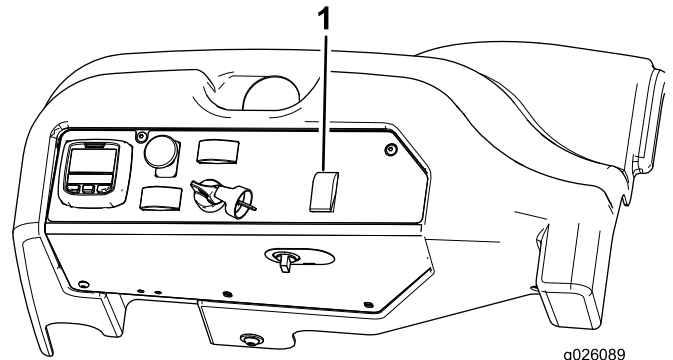

Figure 32
1. Poussez le sélecteur de direction à la position arrière (quatre roues motrices) (Figure 32).